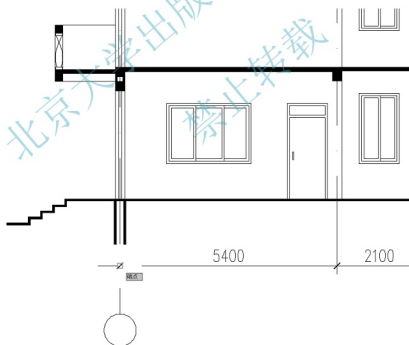

图 4.124 捕捉插入点
② 在指定插入点或【基点(B)/比例(S)/旋转(R)/预览比例(PS)/预览旋转(PR)]:提示下，捕捉图 4.124 所示处作为插入点。